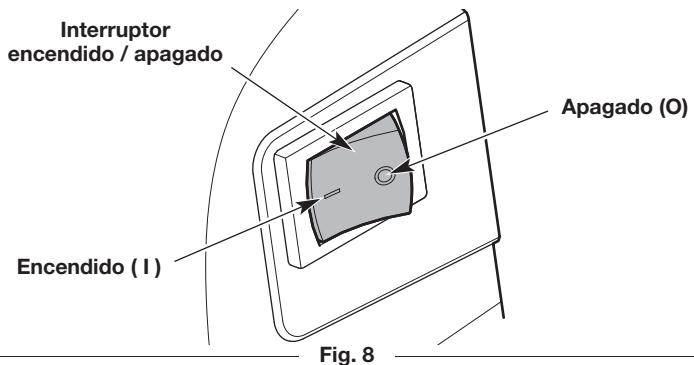

Fig. 8
**NOTA:** No es necesario encender la unidad. El interruptor de encendido/apagado está en la posición **Encendido (I)** en todo momento (Fig. 8).
2. Oprima y mantenga apretado el interruptor de encendido/apagado en la posición **Apagado (O)** hasta que el motor se pare por completo (Fig. 8).